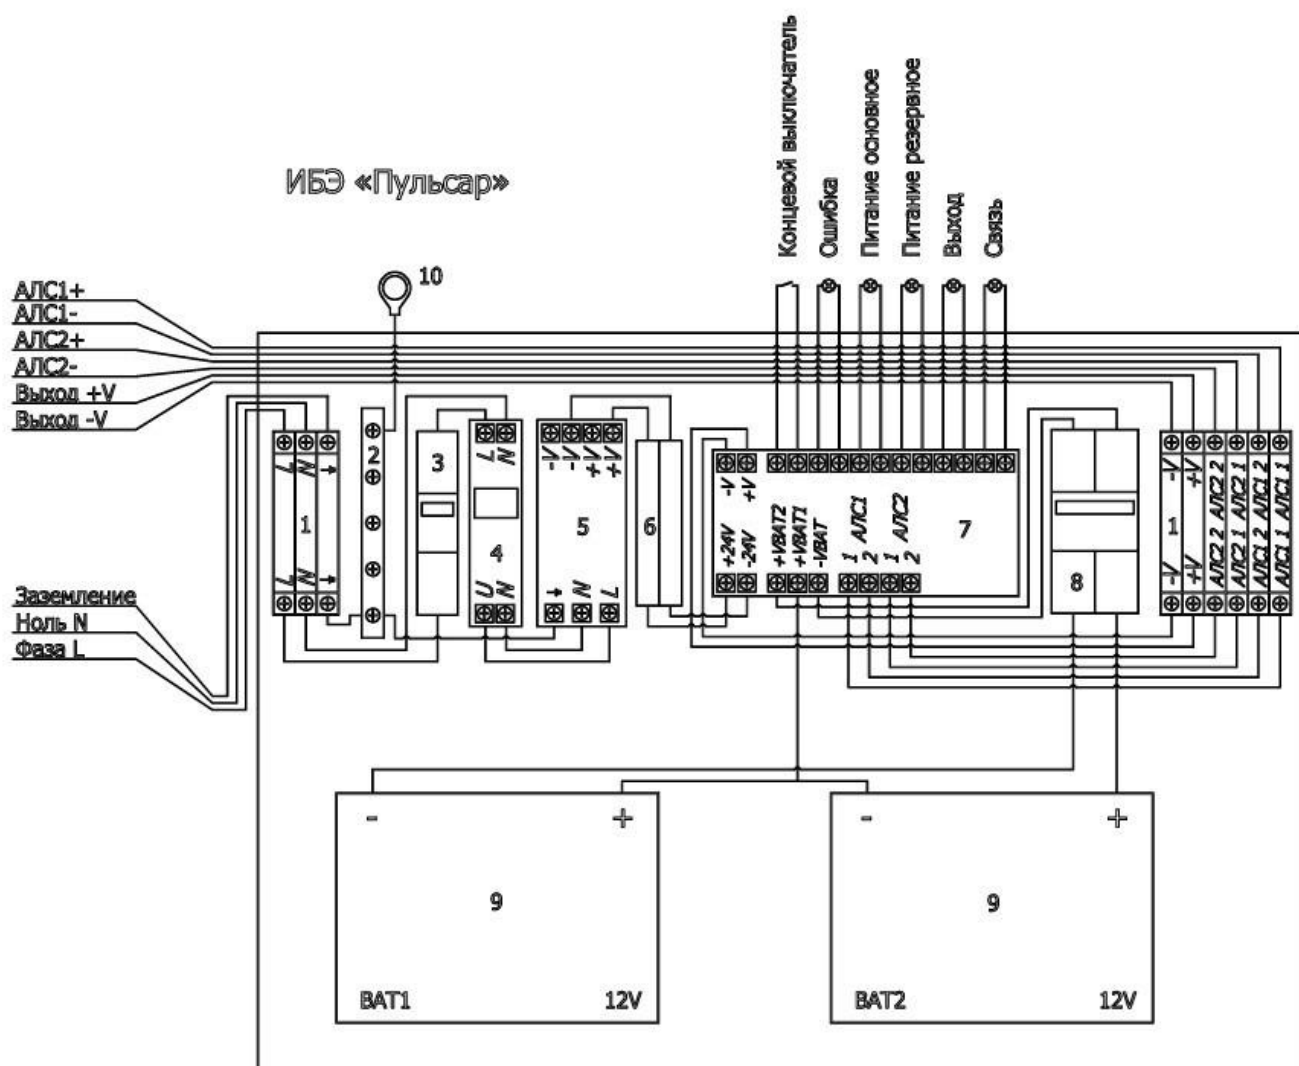

Рисунок 2 – Схема подключения ИБЭ
1. Перевести «Выключатель» поз. 8 рис. 2 в состояние отключения
1. Отсоединить ИБЭ от напряжения 220В автоматическим выключателем поз.3 рис. 2